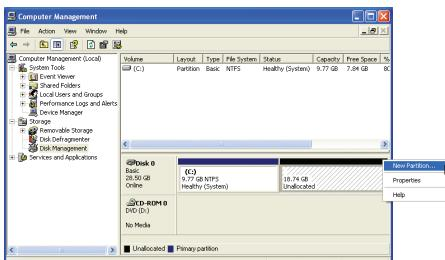

図 6
5. オペレーティングシステムをインストールする前にハードドライブを適切に分割していない場合、ハードドライブの空きスペースを使用して新しいパーティションを作成することができます(図6,7)。ただし、Disk Management に示されたハードドライブのシステムパーティションに未割り当てるスペースがない場合、新しいパーティションを作成したり Xpress Recovery2 を使用することはできません。この場合、オペレーティングシステムを再インストールし、ハードドライブを再分割してください。